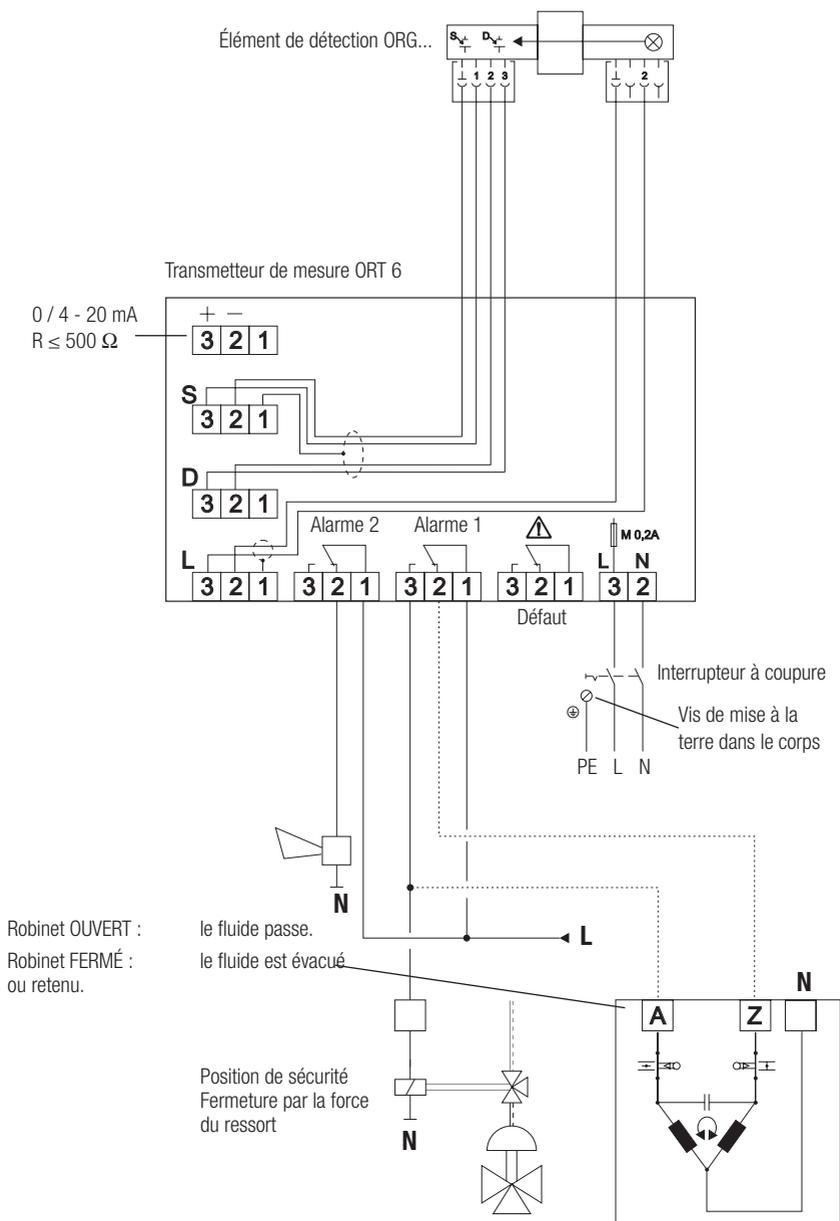
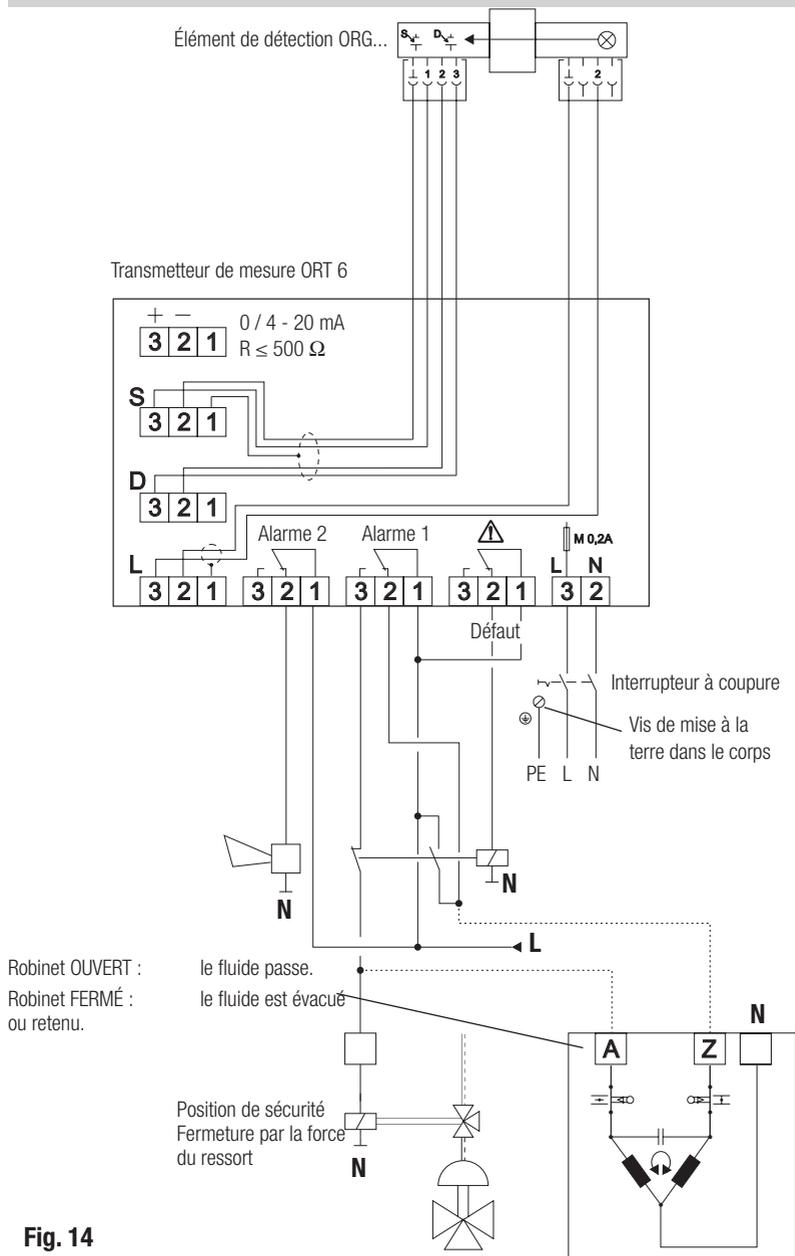

Fig. 13
Fig. 14
6. Guider le câble à travers le raccord vissé de câble **34** et la partie supérieure de la fiche **29** et affecter les bornes de la plaque de raccordement **30** suivant le schéma de raccordement **Fig. 13 et 14**.
Conformément au schéma de raccordement **Fig. 13**, il est toutefois possible d'intégrer le défaut dans le pilotage de la vanne d'inversion 3 voies.
De même, les vannes dotées d'un moteur monophasé à courant alternatif d'une puissance maximale de 50 VA peuvent être raccordées directement (voir schéma de raccordement **Fig. 13** ou **Fig. 14**). Avec les motorisations triphasées, il faut intercaler un contacteur d'inversion.
Ouvrir le couvercle du transmetteur de mesure et mettre le commutateur code 7 de la platine du couvercle sur la position ON. **Fig. 14**